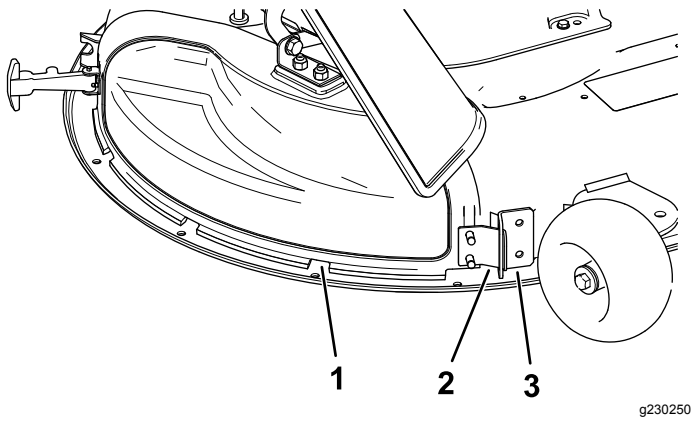

Bild 7
5. Winkeln Sie die Metallnase an der Auswurfkanalabdeckung aus dem Schlitz in der Halterung ab, die am Mähwerk angeschweißt ist (Bild 7).